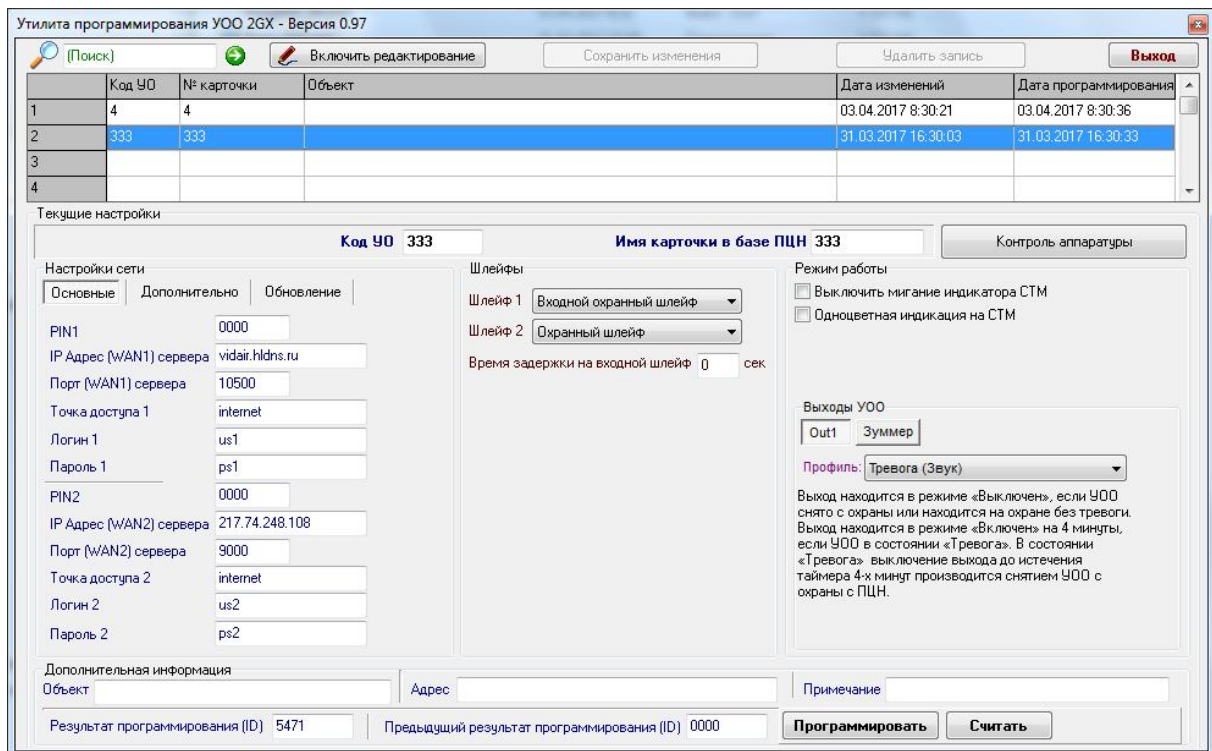

Рисунок 1. Окно конфигурационной программы «Prog_2GX.exe».
6.5. На компьютере запустите утилиту «Prog_2GX.exe» (Рисунок 1).